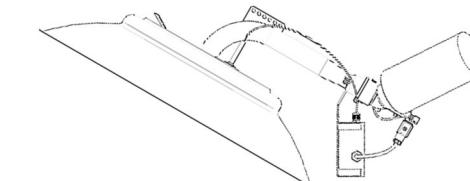

Fig. 10
- Situar el aparato en la posición indicada en la Fig.10. Sacudir el aparato a fin de que el polvo sea desalojado a través de la entrada de aire. En esta entrada hay una arandela que puede retener una cierta cantidad de polvo. Conviene asegurarse de su evacuación al exterior.
- Position the appliance as indicated in Fig. 10. Shake the appliance to free the dust through the air inlet. There is a washer in this inlet that can build up a certain amount of dust. You should ensure this is removed.
- Placez l'appareil sur la position indiquée à la Fig.10.